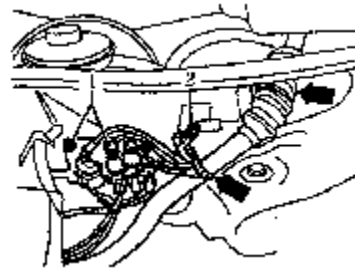

图 4-12 拆卸接地插接器保持器
(13) 如图 4-12 所示，从储气室上拆开接地插头及插塞接头的保持器，分离线束（箭头），并将其移向一侧。拆下热交换器的两根冷却液软管（松开连接法兰上的固定卡夹）。